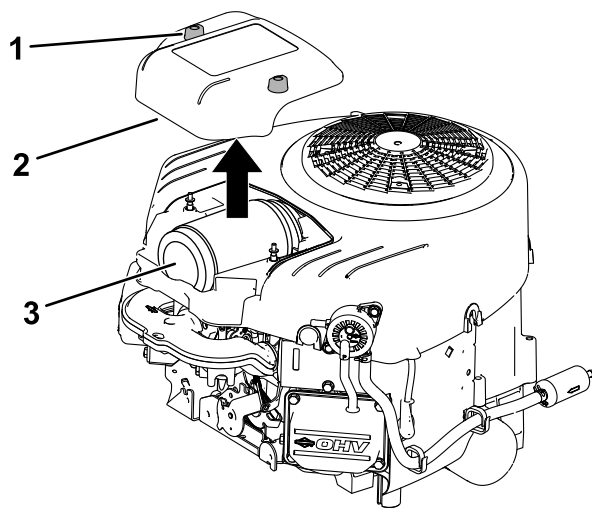

Bild 37
3. Bringen Sie die Abdeckung an und ziehen Sie die Befestigungselemente fest (Bild 37).